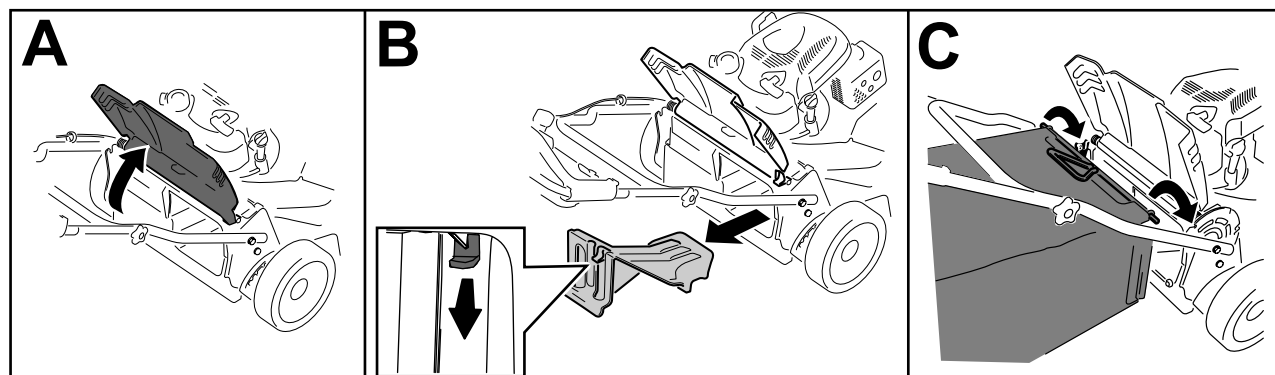

Figura 24
1. Sollevate il deflettore posteriore e tenetelo sollevato (A di Figura 24).
2. Rimuovete il coperchio di scarico posteriore abbassando il fermo con il pollice ed estraendo il coperchio dalla macchina (B della Figura 24).
3. Installate l'asta del cesto nelle tacche alla base della stegola e fate oscillare il cesto avanti e indietro per accertarvi che l'asta sia posizionata in fondo a entrambe le tacche; (riquadro C della Figura 24)